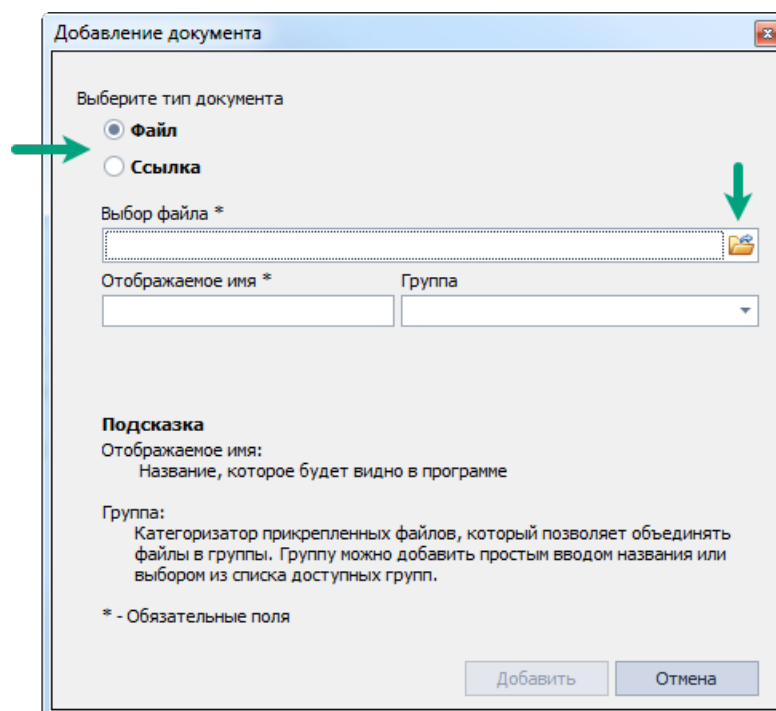

Рис. 37 Выбор типа документа
2. В окне «Добавление документа» с помощью переключателя выберите тип добавляемого документа, Рис. 37.